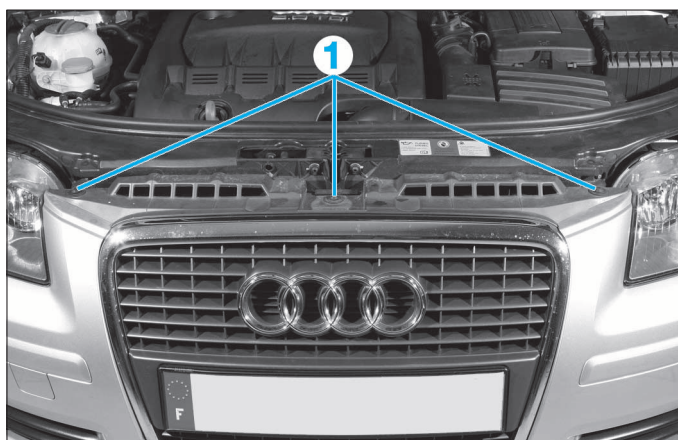

FIG. 1
- les vis supérieures (1) du bouclier (Fig.1).